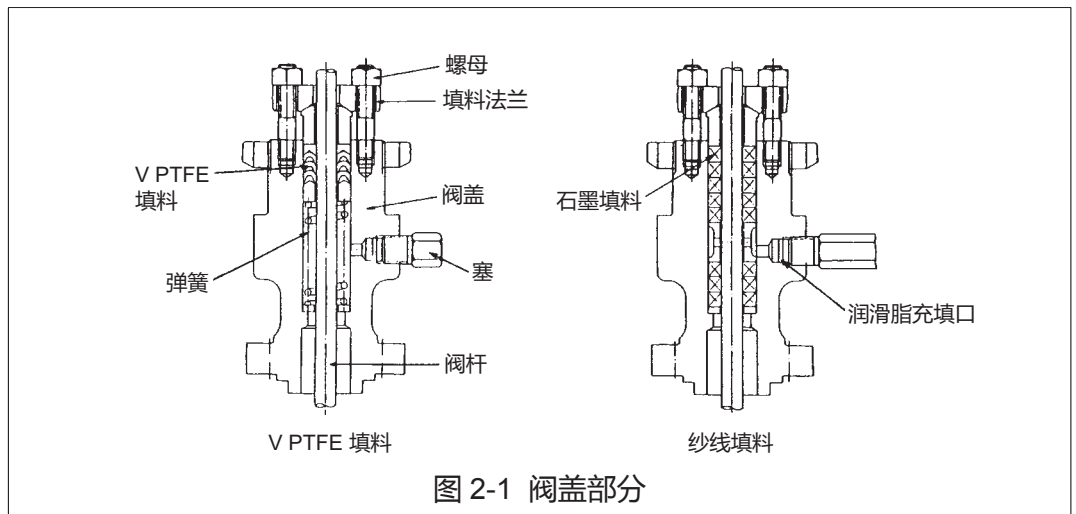

图 2-1 阀盖部分
- (1) 对于一体型笼式阀门,请在阀体上放上一只螺旋垫圈。对于分体型笼式阀门,请使用特殊工具利用螺纹将阀座圈牢牢固定到阀体上。(在垫圈上涂抹润滑油“Neverseize”,禁油型阀门除外。有关 HPC 的紧固扭矩,请参见表 4-1。)
- (2) 将垫圈(2)放入阀体。
- (3) 将套筒放入阀体。
- (4) 将垫圈(1)放在套筒上。
- (5) 将阀盖放到阀体上,然后检查阀盖是否与阀体的凹入部分正确啮合。用力均匀地拧紧螺母,注意不要拧紧不均(交替拧紧对称位置上的螺母)。有关紧固扭矩,请参见表 4-3。
- (6) 如图 2-1 所示插入填料。